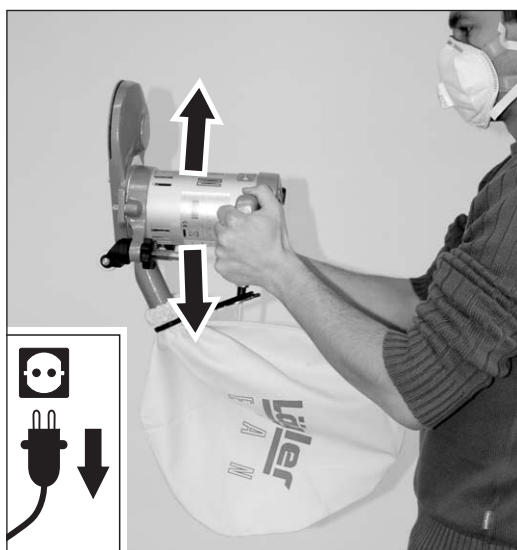

Abb. 30 Die Staubreste aus der Maschine in den Staubsack schütteln.
- 4 Schütteln Sie die Staubreste aus der Maschine in den Staub-sack (Abb. 30).